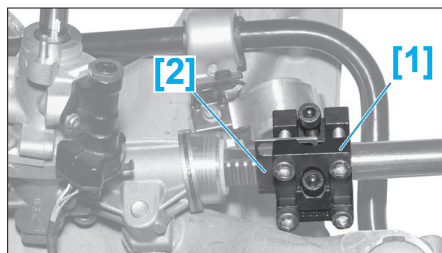

Fig. 12
- [1]. Outil de blocage de la crémaillère (réf : 0721.B) (Fig.12).
- [2]. Entretoise (réf : 0721.C) (Fig.12).
- Positionner sur la crémaillère de direction les outils [1] et [2] afin que les appuis rotulés de l'outil [1] prennent appuis sur le bras inférieur de suspension (Fig.12).